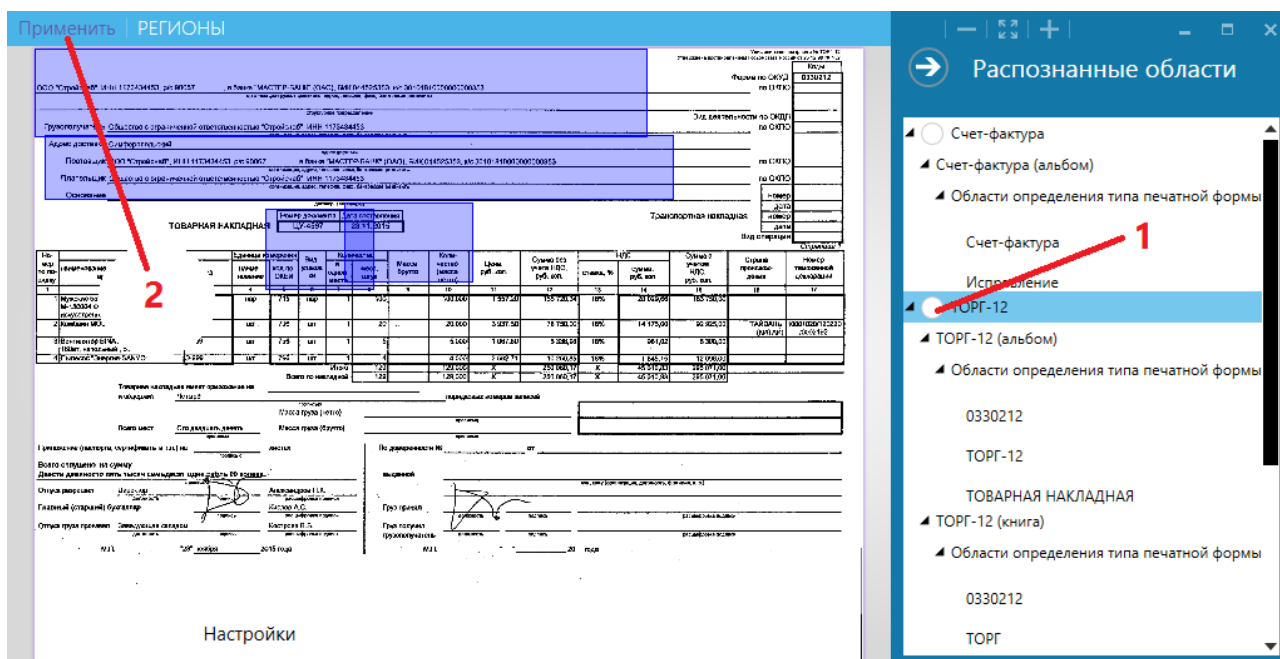

Рис. 65
После нажатия кнопки «Да» откроется форма просмотра скана, в правой части которой приведён список типов и вариантов печатных форм с настроенными для них областями. Переходя по списку, вы сможете увидеть, как располагаются на скане настроенные области (Рис. 65). Выберите подходящий тип или вариант печатной формы; доступные для выбора элементы содержат слева от названия переключатель для выбора – см. (1) на Рис. 65. После выбора нажмите кнопку «Применить» ((2) на Рис. 65).